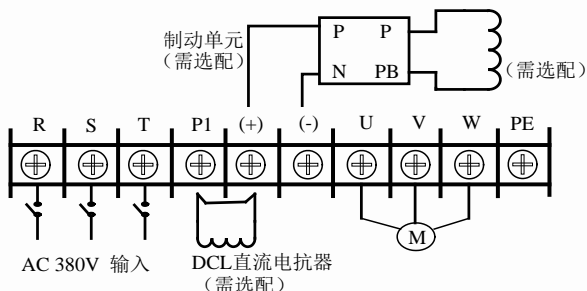

图3-15 18.5KW~30KW(含)主回路端子接线示意图
18. 5KW~30KW (含) 主回路端子接线如图3-15: